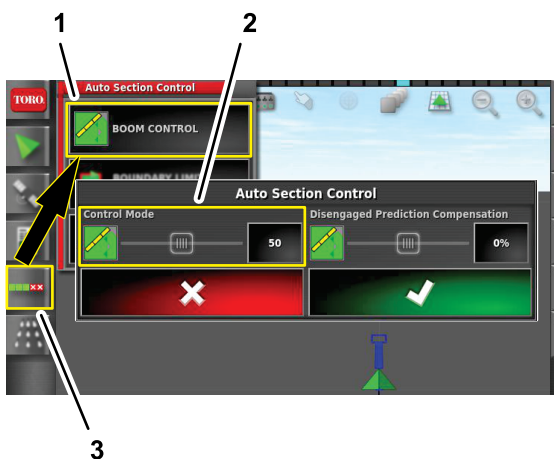

图 107
1. 按自动喷洒臂段控制图标 图 107。
2. 按喷洒臂控制图标 图 107。